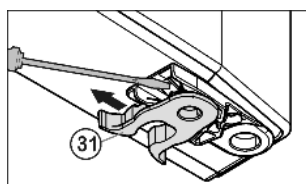

Fig. 6
- ▶ Permuter la pince élastique Fig. 6 (31) : appuyer sur l'ergot puis retirer la pince élastique.